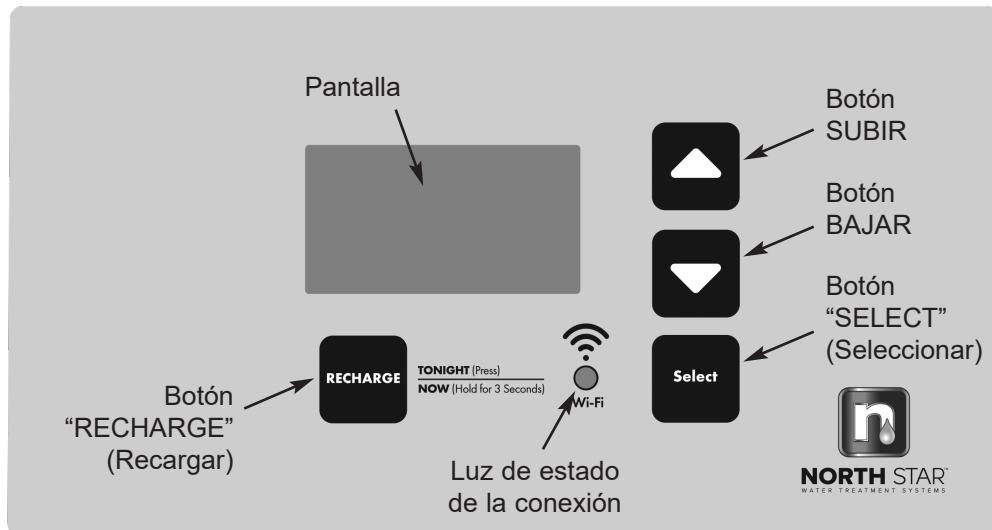

FIG. 16
5. Inicie un ciclo de regeneración; para ello mantenga oprimido por 3 segundos el botón REGENERACIÓN (regeneración) (vea la Fig. 16 en la página 14). Comenzará a funcionar el motor de la válvula y esta avanzará a la posición "Fill" (llenado).